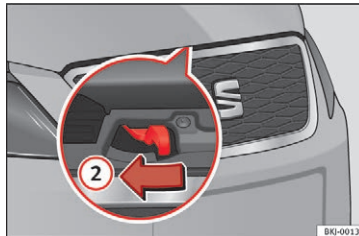

Fig. 8 Arm under motorhjelme
- Tryk armen i midten under motorhjelmen mod venstre » Fig. 8 ② for at åbne motorhjelmen. Sikkerhedskrogene frigøres.